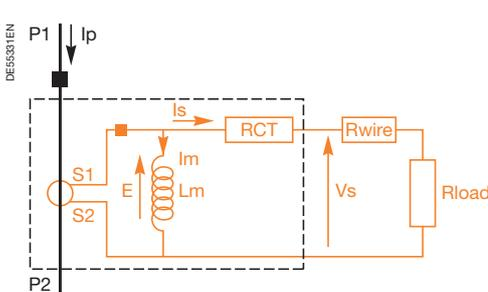

Fig. 33. Esquema equivalente de una corriente secundaria de TI... y una curva de magnetización de TI.
- La clase PX es otro modo de especificar las características de TI basándose en la "tensión de codo", la resistencia secundaria y la corriente magnetizante (consulte la página siguiente, fig. 33, respuesta de TI en estado saturado).
### Tensión de codo (fig. 33)